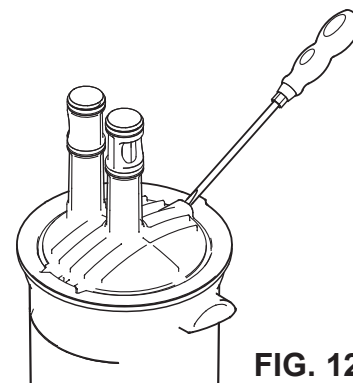

FIG. 12
6. Retirez la cartouche filtrante usée du carter. S'il est difficile de retirer la cartouche du carter, insérez un tournevis dans la fente illustrée à la figure 12 et soulevez-la par effet de levier. Mettez la cartouche usée au rebut d'une manière respectueuse de l'environnement.